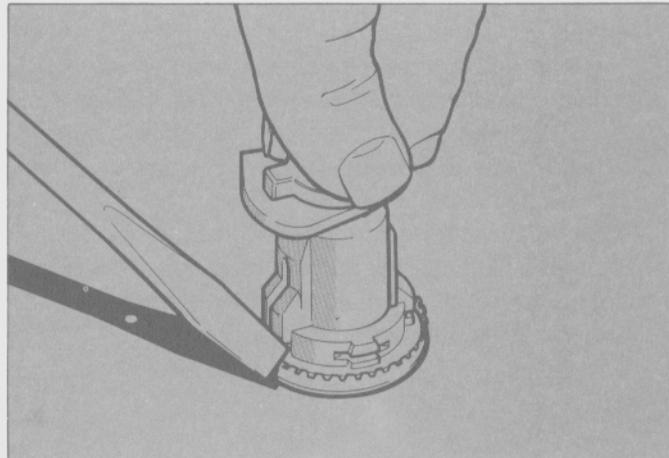

Fig. 345 - Instalación del casquete de repuesto.
- Enderezar los dientes que sujetan el casquete (Fig. 345).
Nota: Para efectuar esta operación, sin rayar ni dañar el casquete, la cerradura se debe colocar sobre una superficie blanda (Fig. 345) y doblar los dientes delicadamente con un destornillador sobre el alojamiento.